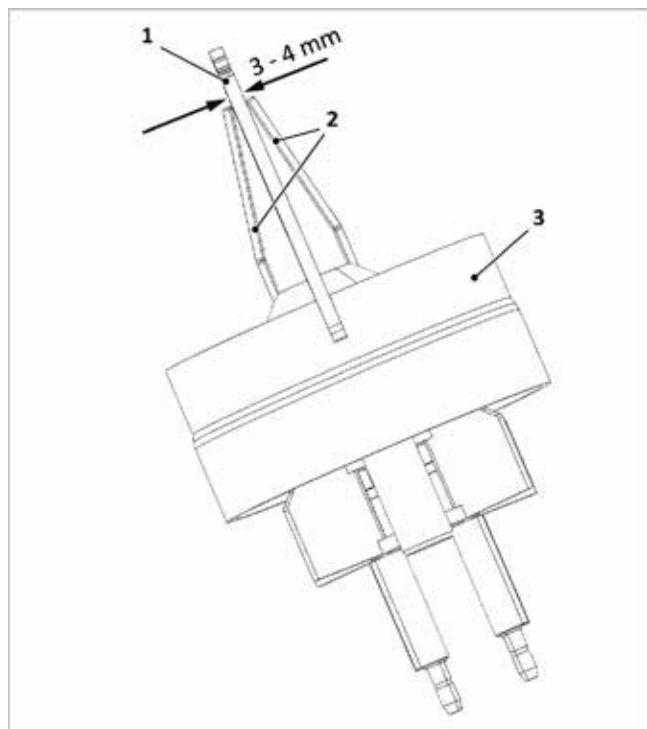

Fig. 121: Controllo della distanza degli elettrodi di accensione
3. Distanza degli elettrodi come nella → fig. 121 controllare ed eventualmente correggere piegando con cautela.